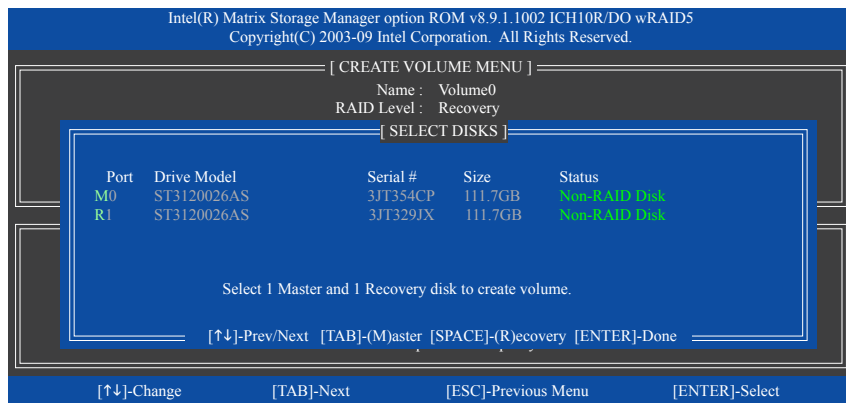

図 10
**Select Disks** アイテムの下で、<Enter>を押します。 **SELECT DISKS** ボックスで、マスタドライブに対して使用するハードドライブには<Tab>を押し、リカバリドライブに対して使用するハードドライブには<Space>を押します。（リカバリドライブの容量がマスタドライブの容量より大きいことを確認してください）。<Enter>を押して確認します。(図 10)